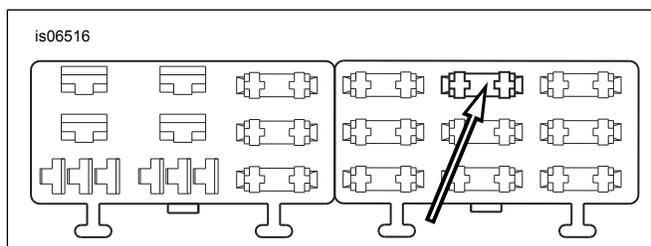

Abbildung 26. Sicherungsblockhohlraum „P&A IGN“ (Softtail-Modelle 2004 bis 2010)
4. Siehe Abbildung 26. Den als „P&A IGN“ ausgewiesenen Sicherungshohlraum an der Sicherungsblockabdeckung im rechten Sicherungsblock ausfindig machen. Den Kontakt des orange/weißen Adapterkabels bis zum Anschlag einführen. An einem benachbarten, im Werk eingebauten Kontakt orientieren, um zu prüfen, ob der Kontakt richtig ausgerichtet und tief genug eingesetzt ist.